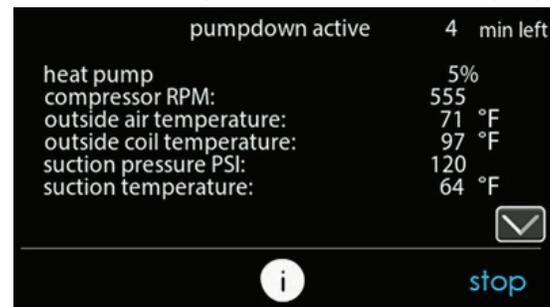

Fig. 22 – Écran de statut d'évacuation du frigorigène
4. Appuyez sur la touche Start (Démarrer) de l'interface utilisateur pour démarrer le processus d'évacuation du frigorigène. L'appareil commence à fonctionner dans le mode sélectionné après un bref délai. Un écran d'état s'affiche par la suite. Consultez la Fig. 22.